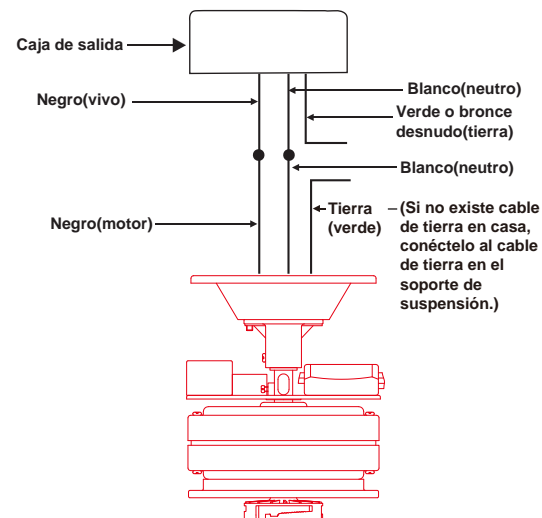

Fig. 8
Paso 1. (Fig. 8) Conexiones Eléctricas del Motor a los Cables de Alimentación Eléctrica de Casa: